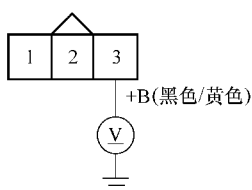

图 4-28 测试点火线圈 3 号端子与车身搭铁之间的电压
- 1) 将点火开关转至 LOCK (0) 位置。
- 3) 将点火开关转至 ON (II) 位置。
- 4) 如图 4-28 所示, 测量故障气缸点火线圈 3 针插接器 3 号端子和车身搭铁之间的电压是否为蓄电池电压。